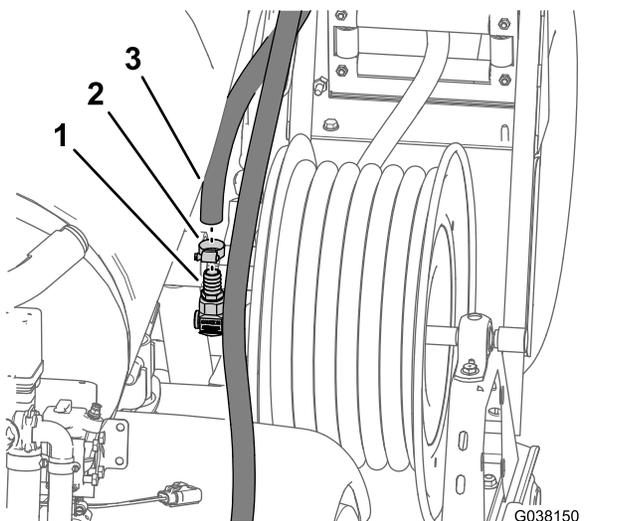

Figure 98
- Branchez le flexible d'alimentation au raccord cannelé droit à l'entrée du dévidoir (Figure 98), et fixez le flexible avec un collier (13 à 32 mm).